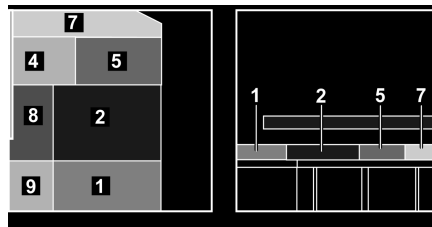

Fig. 139 Après la transformation
- Placer le coussin supplémentaire (Fig. 139,7) sur la table.
- Placer les coussins supplémentaires (Fig. 139,4 et 5) sur la table, derrière le coussin supplémentaire.
- Tirer le coussin d'assise (Fig. 139,2) vers l'avant.
- Placer le coussin de dossier (Fig. 139,1) entre le coussin d'assise et la paroi arrière.
- Placer les coussins supplémentaires (Fig. 139,8 et 9) entre la cloison latérale et les coussins disposés sur la table et le plateau d'assise.